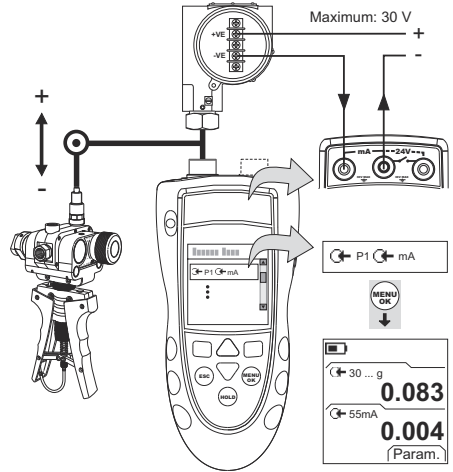
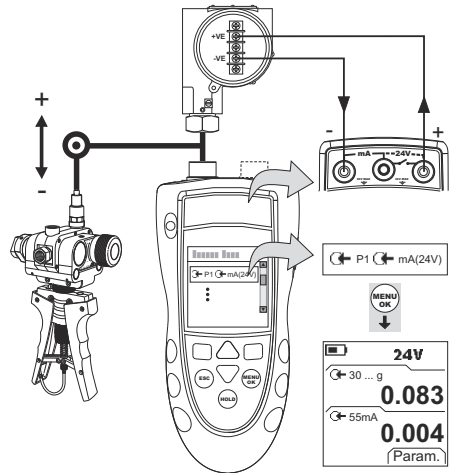

Figure 5 : Exemple de configuration - Étalonnage de transmetteur avec boucle d'alimentation externe
Figure 6 : Exemple de configuration - Étalonnage de transmetteur avec boucle d'alimentation interne
1. Raccorder l'instrument (Figure 5 ou Figure 6) et, si nécessaire, régler la Configuration (Tableau 1).